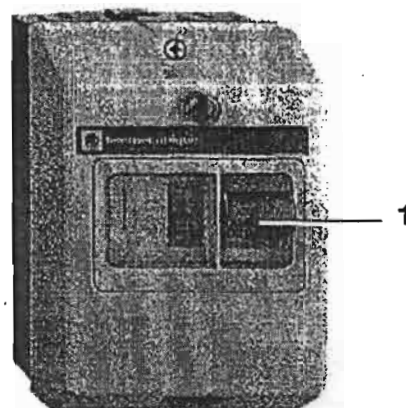

Рис. 12 Переключатель защиты двигателя
- Двигатель включается вручную с помощью кнопки (1, рис.12).